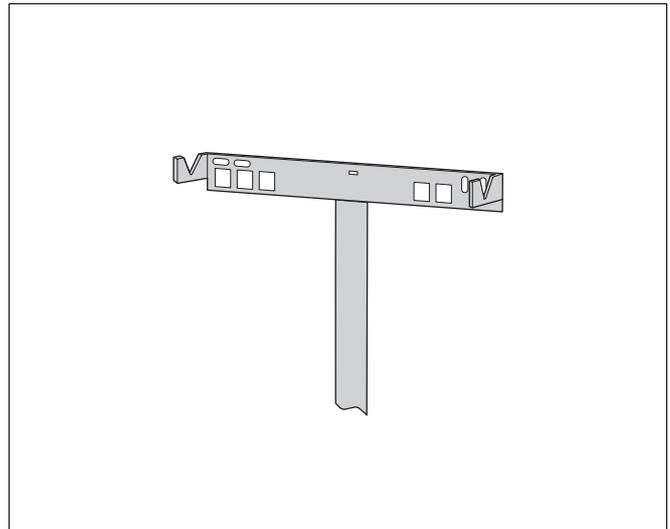

Abb. 4 Plastikstreifen zur Längskorrektur
- Wandhalter anbringen. Den Plastikstreifen zur Längskorrektur (Abb. 4) benutzen. Die eckigen Aussparungen im Wandhalter sind für einen Gerätetypenaustausch von ZWR/ZR vorgesehen. Dabei Zuordnung der Rohranschlüsse entsprechend "Montageanweisung Anschlussgruppe" beachten. Bei Verwendung der Speicher S 120 oder HT 70/110 Abstandsmaße aus den Montageanweisungen der entsprechenden Anschlusssets beachten.